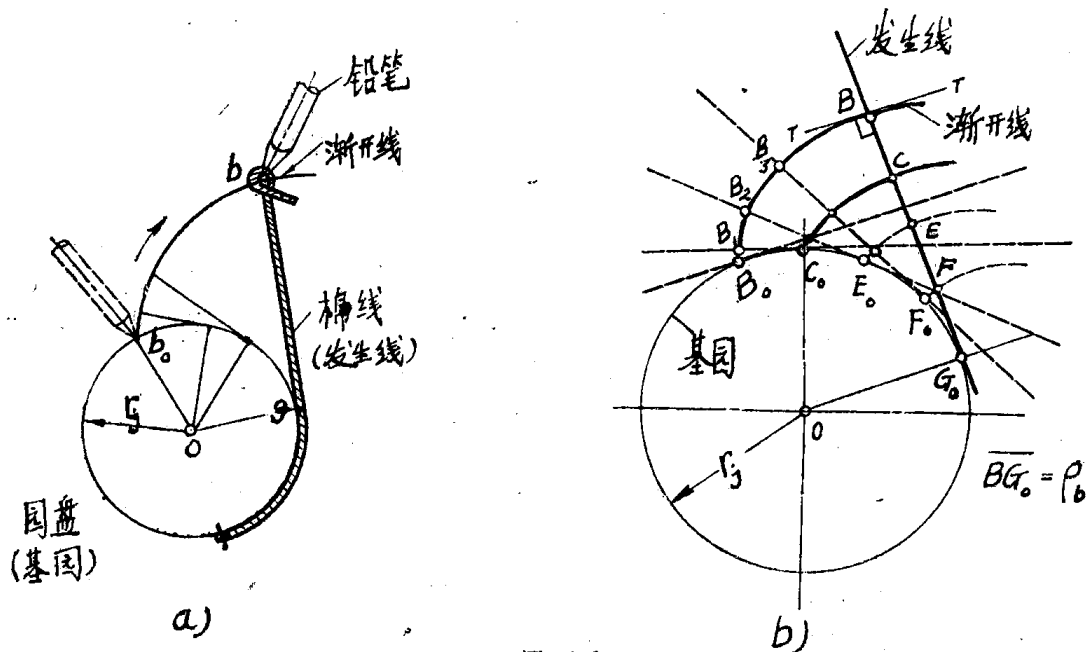

图 1-6
如果在一个半径为 r_f 的圆盘的圆周上绕一根线，线的一头固定在圆周上（图 1-6, a），线的另一头 b 处栓上一支铅笔，并把线拉紧，然后将线逐渐展开，这时铅笔尖画出一条曲线 b_0b ，就是渐开线。
我们也可从另一图 1-6, b 来看渐开线的形成原理。当有一条直线（常称发生线）在一个半径为 r_f 的固定圆的圆周上作纯滚动（没有滑动的滚动）时，直线上任意点 B 的运动轨迹线 B_0B 就是形成的渐开线。图中半径为 r_f 的固定圆称为渐开线的基圆。
对比图 1-6, a 和图 1-6, b 可知， $\overline{b_0g}$ 相当于发生线 $\overline{BG_0}$ ，圆盘相当于基圆，所以曲线 b_0b 与 B_0B 都是渐开线。
由图 1-6, b 还可知，当发生线在基圆上作纯滚动时发生线上的一些任意点如 C, E, F 都会展出渐开线。尽管这些渐开线的位置不同，但渐开线的形状则相同。
2) 渐开线上任意点都与发生线垂直的，故发生线就是渐开线上任意点的法线，该法线总与基圆相切的。如图 1-6, b 中，渐开线上任意点 B 的切线为 $\overline{TT}$ ，其法线 $\overline{BG_0}$ 就是发生线，并与基圆相切于 G_0 点。
3) 渐开线上任意点的法线长度（也是曲率半径）等于发生线在基圆上滚过的弧长。如图 1-6, b 所示， $\overline{BG_0} = \widehat{B_0G_0}$ ， $\overline{B_3F_0} = \widehat{B_0F_0}$...
这可从图 1-6, a 中看出，因为法线 $\overline{bg}$ （发生线）原来是绕在基圆盘上的，而后从 b_0 处展开到 b 点的，所以法线长度 $\overline{bg} = \widehat{b_0g}$ 。